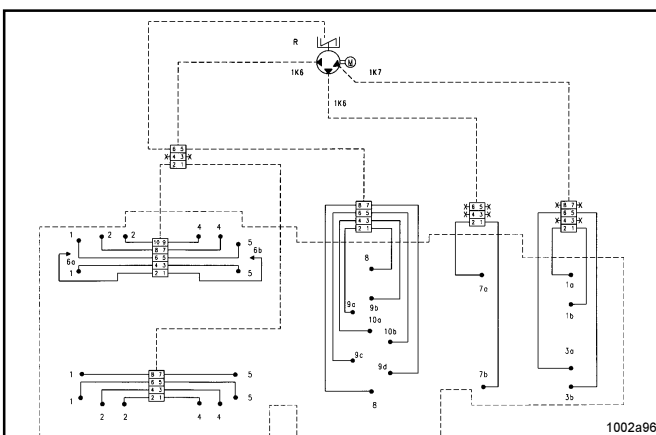
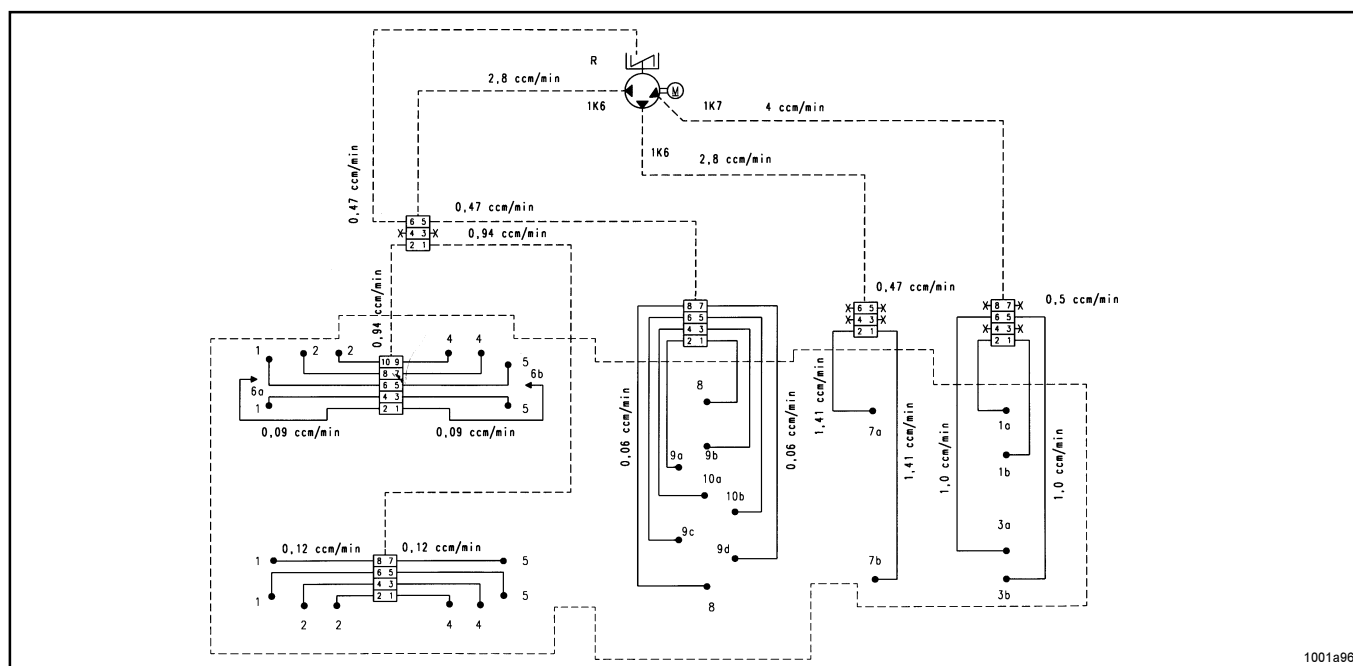

Fig. 38 : répartition du lubrifiant
Fig. 39 : répartition de la quantité de lubrifiant, exemple de calcul pour la pompe 203
- répartir les quantités de lubrifiant comme indiqué à la fig. 38. Voir également l'exemple de calcul de la fig. 39.